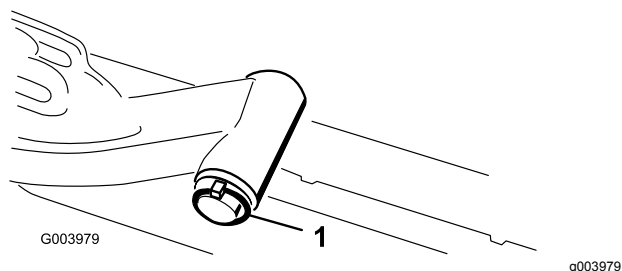

Figura 12
- A. Togliete la coppiglia ad anello e la rondella che fissano l'albero di articolazione al braccio di sollevamento ed estraete l'albero dal braccio di sollevamento (Figura 12).
C. Inserite l'albero del braccio di sollevamento nel braccio di sollevamento e fissatelo con la rondella e la coppiglia ad anello (Figura 12).